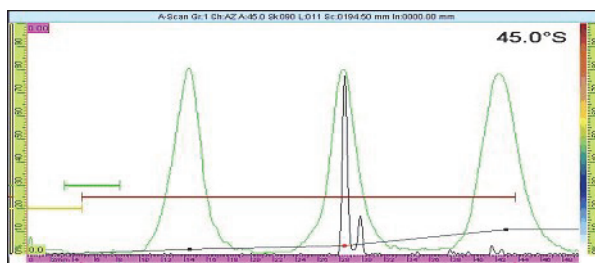

Figura 6-9 Envelope com pico a 80%
3. Mova a sonda para rastrear todo o refletor calibrado e verifique se todos os picos atingem 80% (veja Figura 6-9 na página 186).